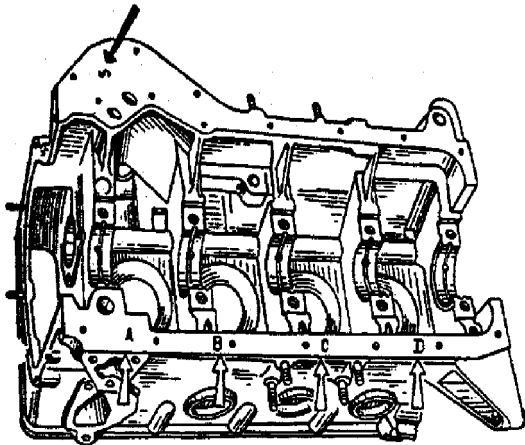

Fig. 2-24. Marcação do bloco de cilindros: grupo dimensional - flexas brancas; número convencional do bloco - flexa preta.
**Nota:** Os cilindros do bloco estão divididos em cinco classes de 0,01 mm: A, B, C, D e E. A classe do cilindro está marcada na superfície inferior do bloco (fig. 2-24). Nesta mesma face do bloco, assim como nas capas dos mancais, é marcado o número convencional do bloco, o qual indica que as capas pertencem ao bloco em questão.